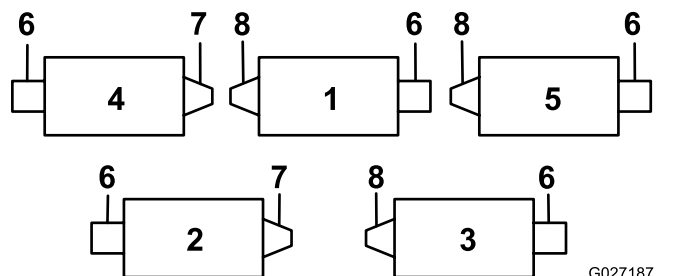
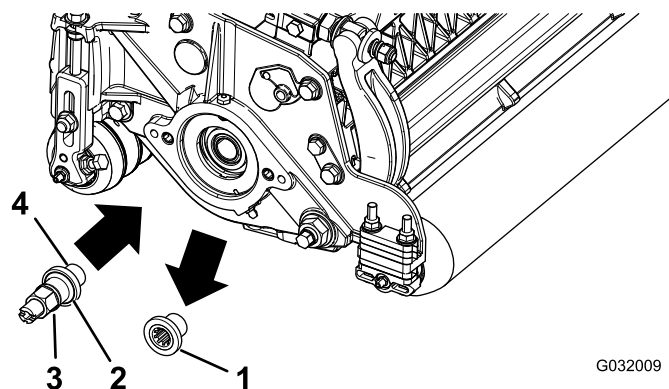

図 1
図 2
カッティングユニットはすべて左側にカウンタウェイトを取り付けて出荷しています。図 1 を見てローラブラシとリールモータの位置を確認してください。
注 左ねじインサートがついているカッティングユニットは、1番、3番、5番です図 1。
- 駆動シャフトのねじ山図 2にロックングコンパウンドを塗り、駆動シャフトを取り付けてトルク締めする $115\text{ N}\cdot\text{m}$ $12\text{--}13\text{ kg}\cdot\text{m}$ $= 85\text{ ft}\cdot\text{lb}$ 。
- カッティングユニットについている後ローラブラシ駆動部用のねじ山付きインサート図 1を外して捨てる図 2。